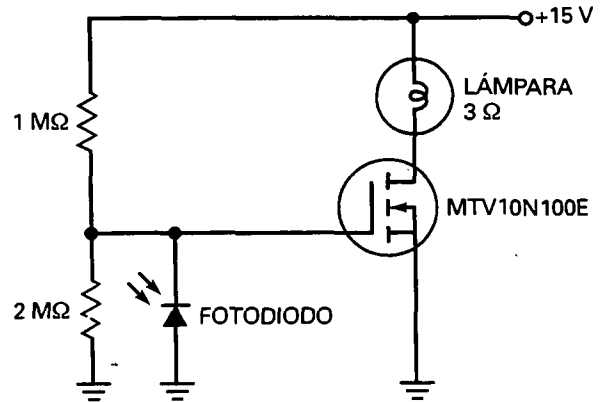

Figura 14-30
- 14-19. ¿Cuál es la corriente a través de la lámpara de la Figura 14-30 cuando la tensión de puerta es baja? ¿Y cuando es +10 V?
- 14-20. La lámpara de la Figura 14-30 se reemplaza por otra con una resistencia de 5 Ω . ¿Cuál es la potencia de la lámpara cuando está oscura?
- 14-28.** Si la tensión de puerta es 3 V en la Figura 14-30, ¿cuál es la corriente por el fotodiodo?